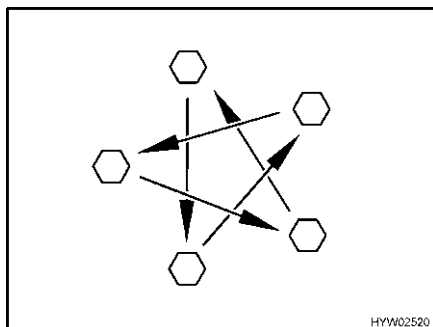

Fig. 306 Apertar as porcas e os parafusos das rodas em cruz
- Controle regularmente se as porcas e os parafusos das rodas estão bem apertados. Reaperte em cruz as porcas ou os parafusos de uma roda mudada após 50 km (Fig. 306). Binário, ver ponto 13.5.2.
- ▷ Aperte as porcas e os parafusos das rodas em cruz (Fig. 306).